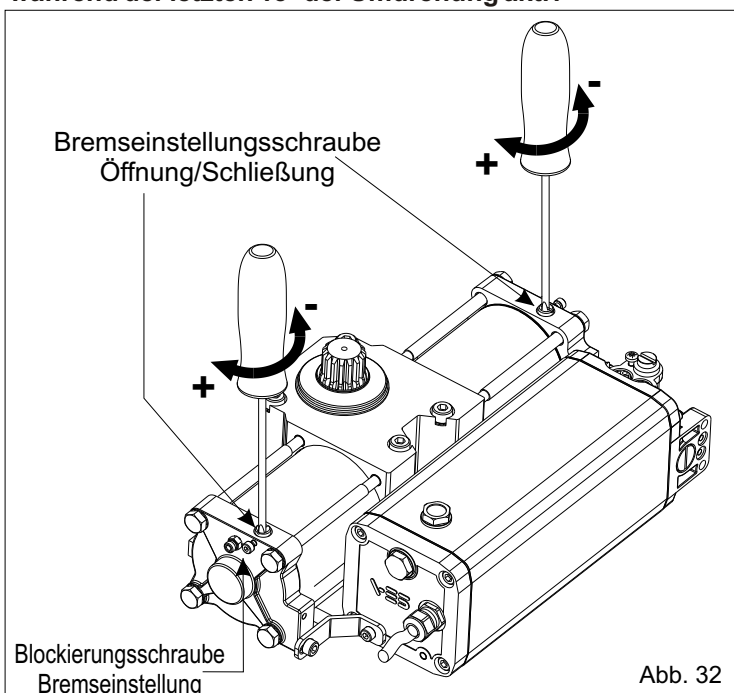

Abb. 32
9.1. Es ist möglich die Verzögerung des Flügels in Öffnung und in Schließung mit Hilfe der dafür vorgesehen Schraube zu regulieren (Abb.32).